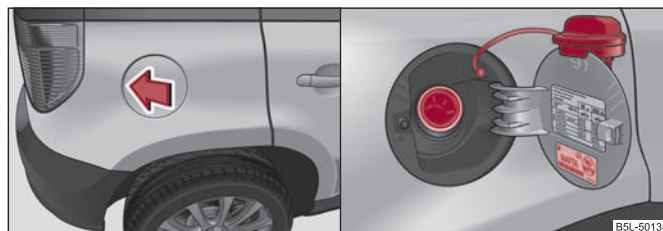

Fig. 11 Partea dreaptă spate a autovehiculului: Clapeta rezervorului / Clapeta rezervorului cu capacul deschis
- Apăsați în centrul zonei din stânga a clapetei rezervorului în sensul indicat de săgeata ⇒ fig. 11 - stânga.
- Deșurubați capacul spre stânga și așezați-l pe clapetă, în partea de sus ⇒ fig. 11 - dreapta.